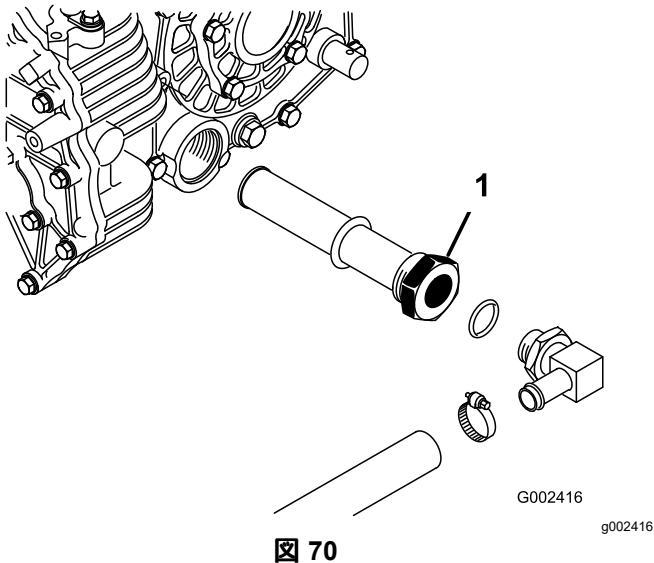

図 70
5. タンク側面のストレーナについている油圧ホースと90°フィッティングの向きを確認記憶する 図 70。